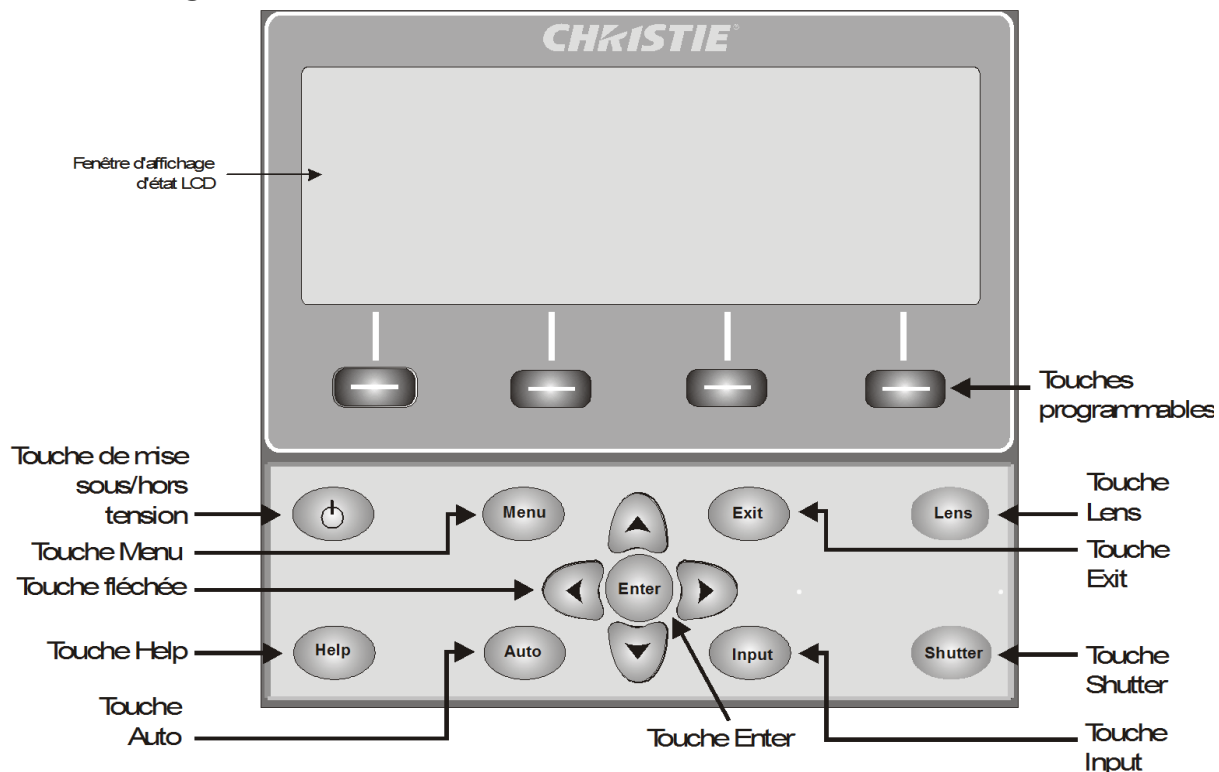

FIGURE 3-2 CLAVIER INTÉGRÉ
- **Clavier intégré** : situé sur le côté du projecteur, voir Figure 3-2 Clavier intégré.